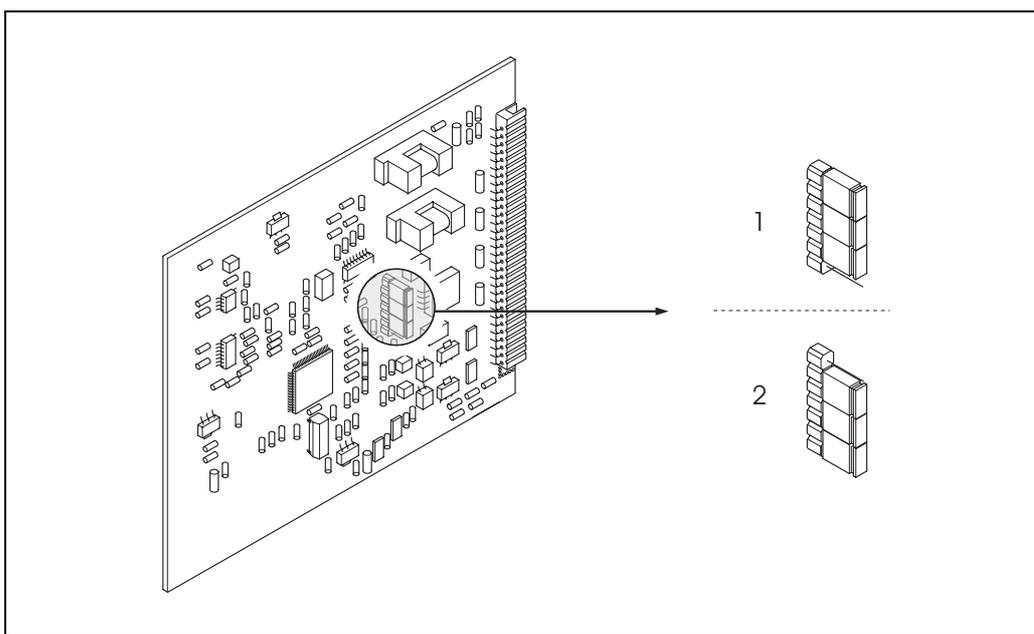

Рис. 33: Конфигурирование токового выхода (фиксированный модуль ввода/вывода)
3. Установите переключки в соответствии с Рис. 33